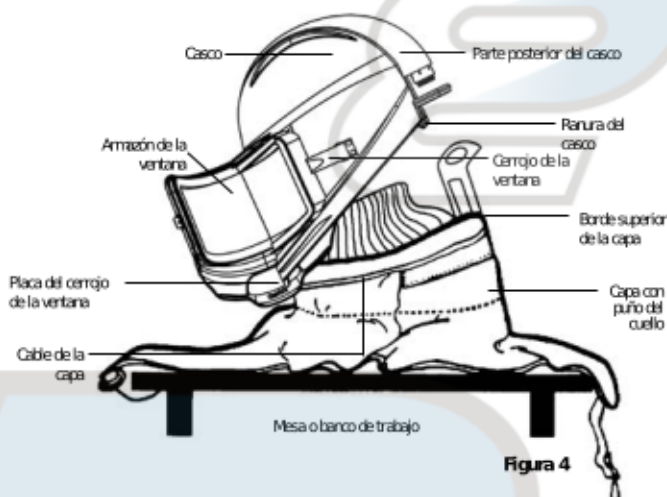

Figura 4
2. Retire la capa del casco levantando la abrazadera y desenganchando la capa de la ranura del casco (Figura 4).
1. Coloque la capa sobre la mesa o el banco de trabajo (Figura 4, página 19).